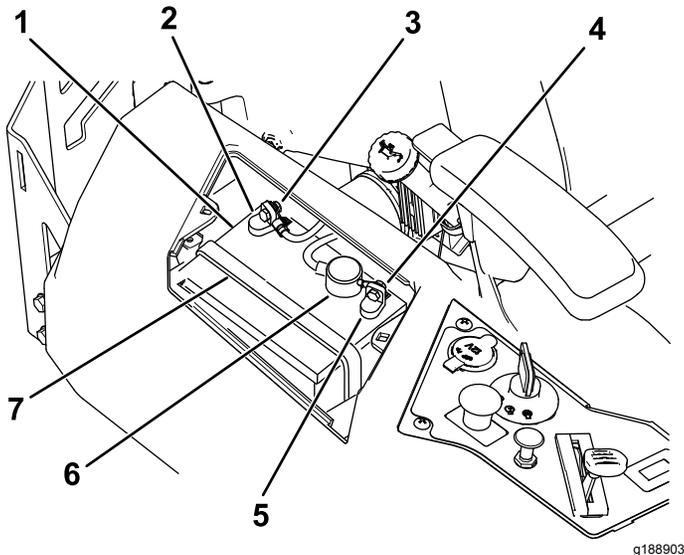

Bild 54
4. Klemmen Sie das Minuskabel (schwarz) vom Batteriepol ab (Bild 54).
6. Klemmen Sie das Pluskabel (Rot) vom Batteriepol ab (Bild 54).
7. Nehmen Sie die Batterieklemme ab (Bild 54) und heben Sie die Batterie aus dem Batteriefach heraus.
1. Setzen Sie die Batterie in das Fach (Bild 54).
5. Befestigen Sie die Batterie mit der Befestigung (Bild 54).